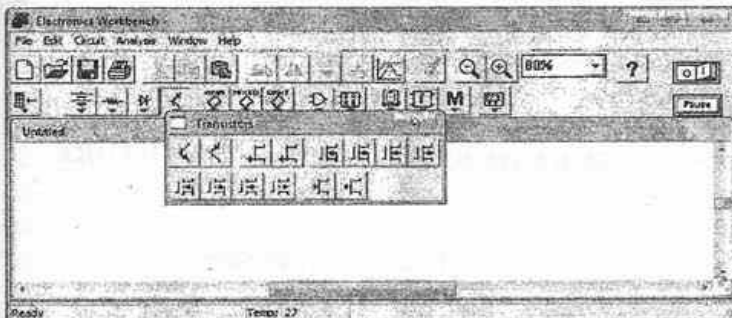

Рисунок 1 – Інтерфейс Electronics Workbench
**Аналіз останніх досліджень і публікацій.** Абсолютна більшість схемних симуляторів цього типу є продуктом розвитку пакету SPICE, що став світовим стандартом на пакети моделювання схемотехніки. Пакети моделювання схемотехніки бурхливо розвивалися, але при цьому залишалася постійною мова опису завдання - список електричних кіл (netlist) формату SPICE. Нині на світовому ринку є присутньою велика кількість фірм, що пропонують пакети проектування схемотехніки. Наприклад, відомий пакет P-CAD містить блок логічного моделювання цифрових пристроїв, проте для початківців, у тому числі і для студентів, він представляє значні труднощі в освоєнні. Не менші труднощі зустрічаються і при використанні системи DesignLab. Як показав аналіз стану програмного забезпечення моделювання схемотехніки, на етапі початкового освоєння методів автоматизованого проектування і на етапах проведення пошуково-дослідницьких робіт доцільно розглянути можливість використання наступних програм типу Electronics Workbench - EWB. Система моделювання схемотехніки Electronics Workbench призначена для моделювання і аналізу електричних схем (рис.1).